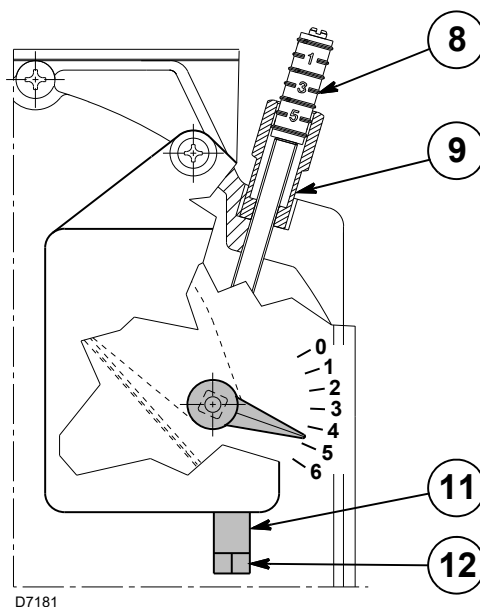

Fig. 15
Il primo avviamento deve sempre essere effettuato, agendo sulla vite 12)(Fig. 15), in modo che l'indice della posizione serranda aria di 1° stadio sia superiore a tacca 1, (taratura di fabbrica tacca 1).
- Allentare il dado 9) e agire sulla vite 8)(Fig. 15) per regolare la portata di aria di 2° stadio (vedi valori di CO₂ riportati nella Tab. T a pag. 37).
- Regolare il 1° stadio agendo sulla vite 12) dopo aver allentato (senso orario) il dado 11)(Fig. 15) facendo riferimento alla tabella sottostante per i valori di CO₂.
- Una volta raggiunta la regolazione ottimale bloccare (senso antiorario) il dado 11)(Fig. 15). All'arresto del bruciatore, la serranda aria per effetto del suo peso, si chiude automaticamente, fino ad una depressione massima al camino di 0,5 mbar.